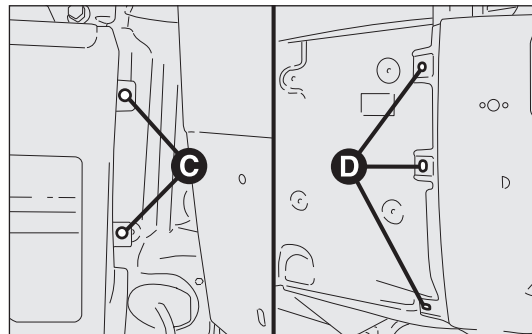

fig. 194
- ☐ dévisser les deux fixations C-fig. 194 côté porte à battant AR accessibles en ouvrant légèrement la porte;
- ☐ dévisser les trois fixations latérales D sur le côté du flanc, accessibles après avoir déposé la moulure latérale fig. 194. Pour démonter la moulure, dévisser les trois vis autotaraudeuses inférieures et déposer délicatement les clips pour éviter de les briser. Si un ou plusieurs clips sont brisés, ils doivent être remplacés;